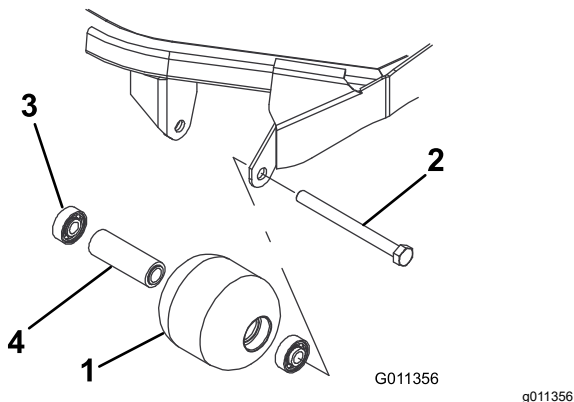

図 98
1. ローラ取り付けボルトを外す 図 98。
1. 第一のベアリングをローラハウジングに押し込む 図 98。アウターレースのみを押すか、インナーレースとアウターレースを均等に押すかする。
2. スペーサを入れる 図 98。
3. 第二のベアリングをローラハウジングに押し込む 図 98。インナーレースがスペーサに接触するまで、インナーレースとアウターレースを均等に押す。
4. ローラハウジング、ベアリング、ベアリングスペーサに破損がないか点検する 図 98。破損している部品を交換し、組み立てを行う。